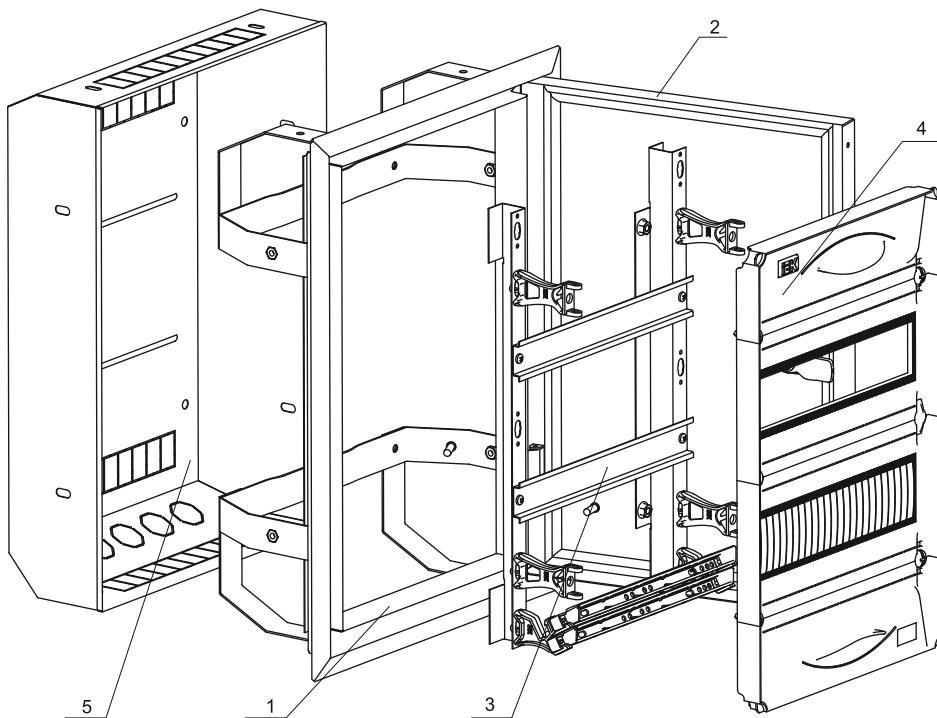

Рисунок 1 – Состав изделия
4.1 Корпус металлический ЩРв серии UNIVERSAL конструктивно состоит из оболочки (1) с открывающейся дверью (2), монтажной рамы (3) и оперативной панели (4) (рисунок 1).
4.3 Для повышения степени защиты встраиваемой части корпуса до IP20 в состав изделий с литерой «К» входит защитный кожух (5) (рисунок 1).